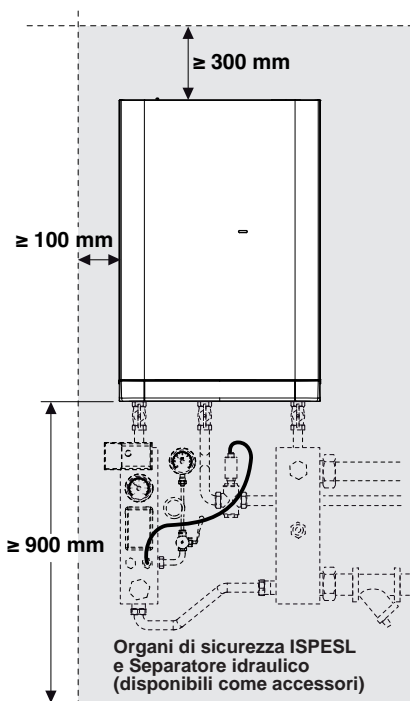

Figura 5.1
- Lasciare intorno all'apparecchio le distanze minime tali da permettere l'installazione ed il libero accesso a tutti gli organi di sicurezza previsti per l'impianto (Figura 5.1) e comunque, come da D.M. del 12/04/1976, le centrali termiche a gas che impiegano apparecchi di potenza maggiore o uguale ai 35kW si devono lasciare gli spazi minimi per la corretta manutenzione.